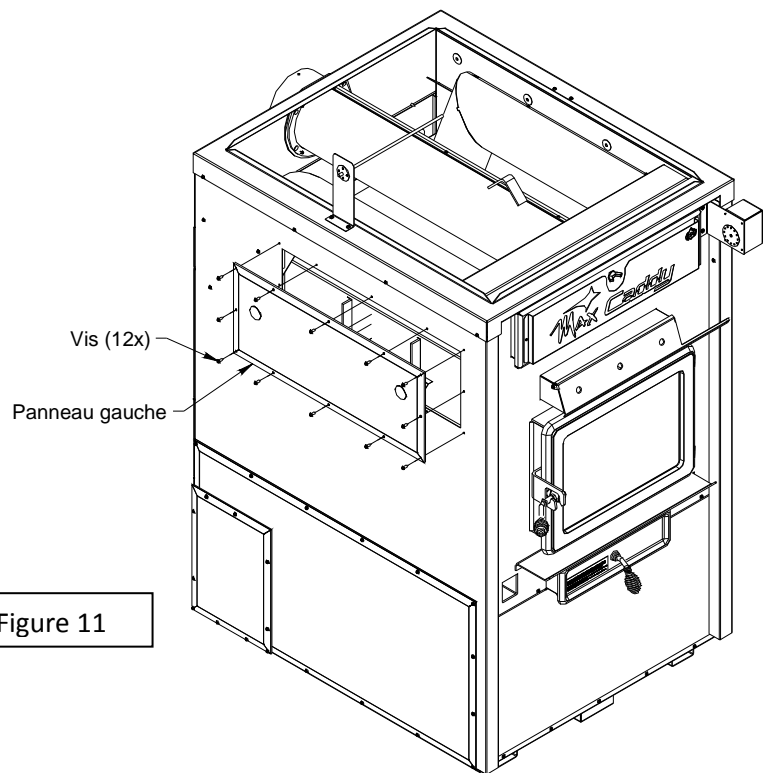

Figure 11
Étape 2: Enlevez le panneau gauche tel qu'illustré à la figure 11 et conservez les vis pour l'étape 5.